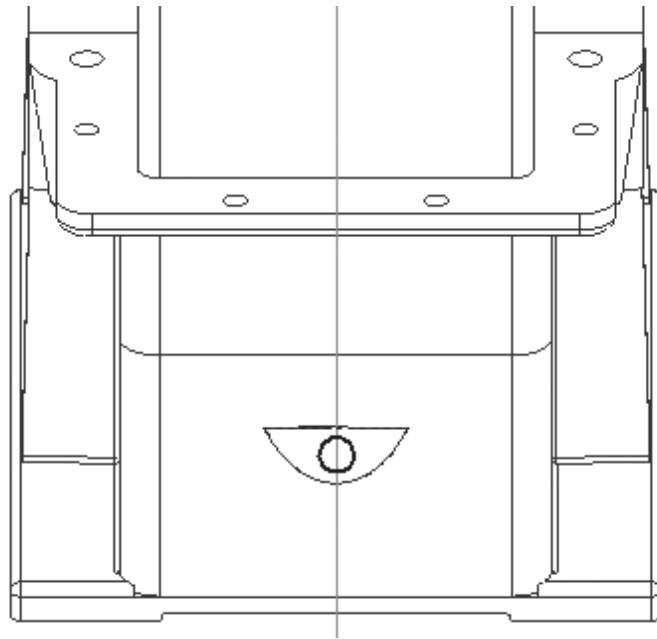

Рисунок 6.21 – Ескіз першого отвору в ніші
5. Створіть ще один ескіз на плоскій грані, створеній перерізом по ескізу. В ньому побудуйте коло з діаметром, рівним діаметру ступеня покажчика (рис. 6.21), він складає 16 мм. Для даного ескіза виконайте операцію вирізання витискуванням на відстані 12 мм в прямому напрямі.